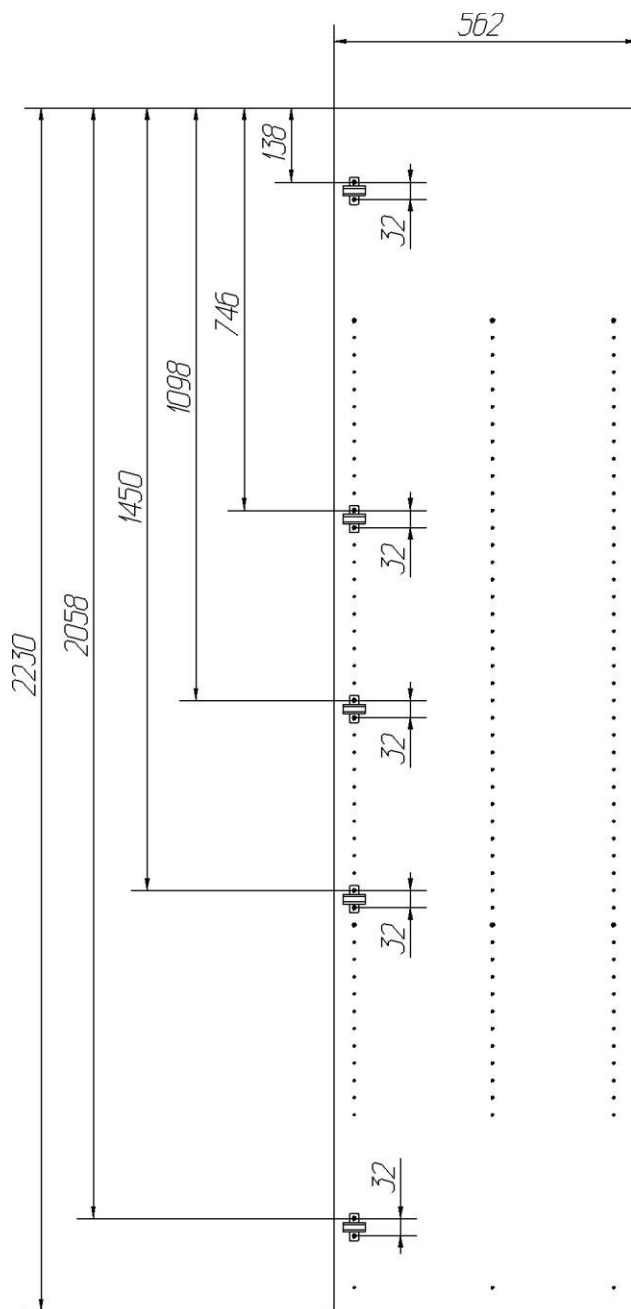

Рис. 3
3. Установить на боковые стенки (1), (2) и перегородки (12), (14) монтажные планки петель с помощью комплектных винтов (см. схему сборки и рис.3). Дополнительная информация по установке монтажных планок указана в разделе по установке дверей.